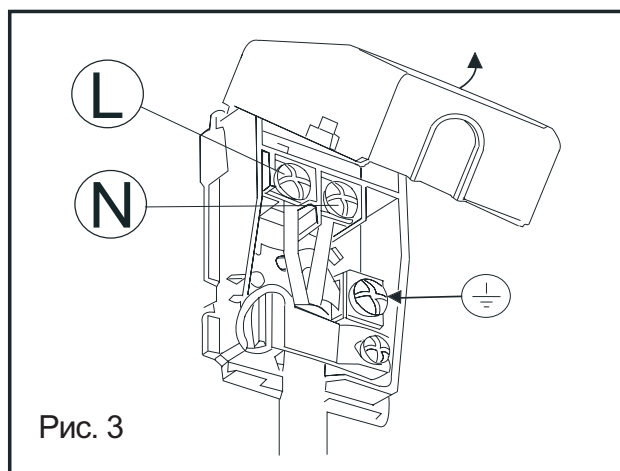

Рис. 3
- подключить кабель к соединительной плате (рис. 3), при этом кабель заземления должен быть на 3 см длиннее, чем активные провода (фаза/ноль).